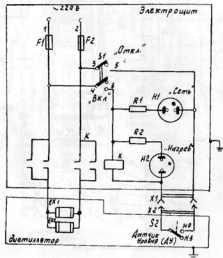

Рис. 2. Схема электрическая принципиальная изделия ДЭ-4-2.
9. 11. Подключить датчик уровня 6, соединив вилку Х2 провода датчика с розеткой Х1 электрошнур 27 (рис. 2).